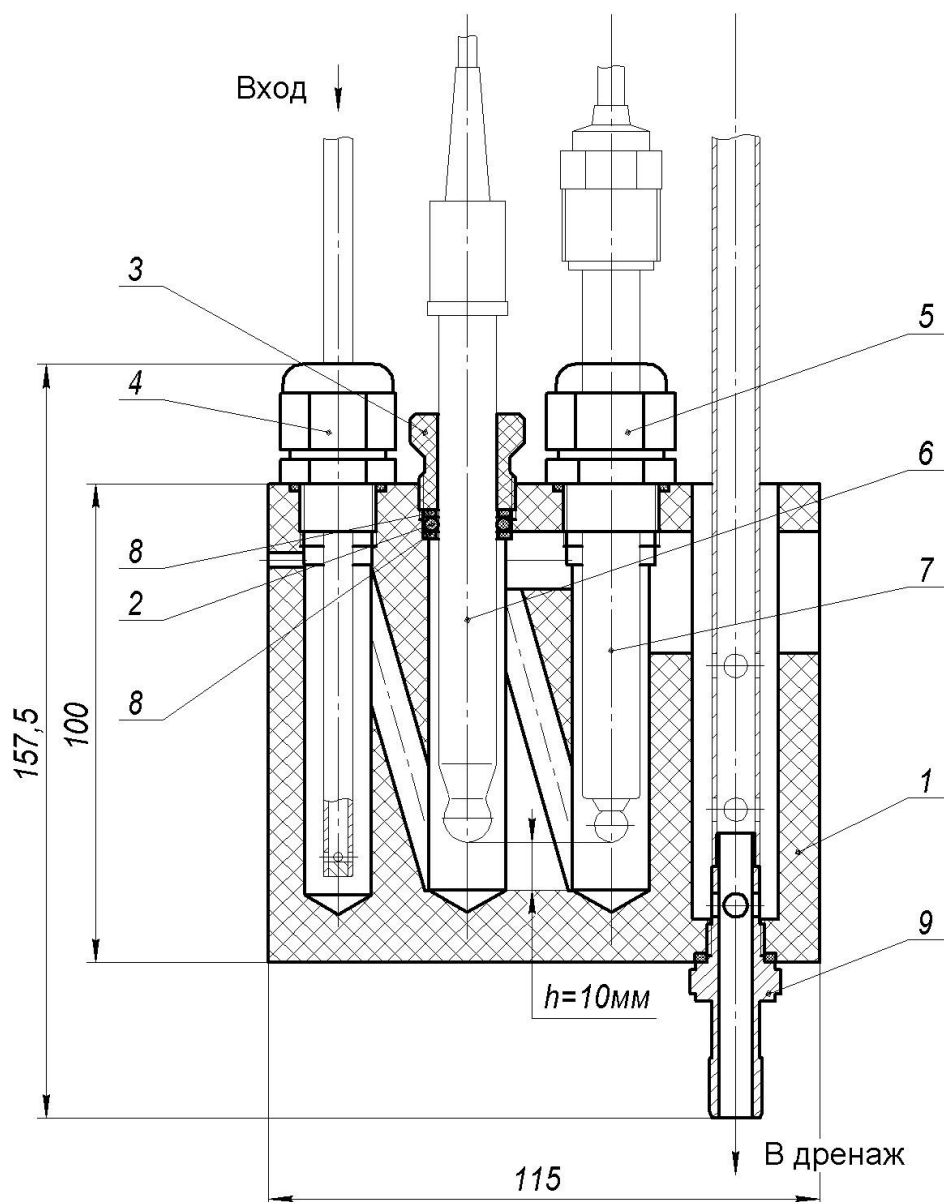

Рисунок 3 - Устройство измерительной ячейки
7.2.5.1 Установить измерительный рNa-электрод 6 (смотри рисунок 3) в ячейку выполнив следующие операции:
7.2.5.2 Установить комбинированный рН-электрод 7 (смотри рисунок 3) в ячейку выполнив следующие операции: